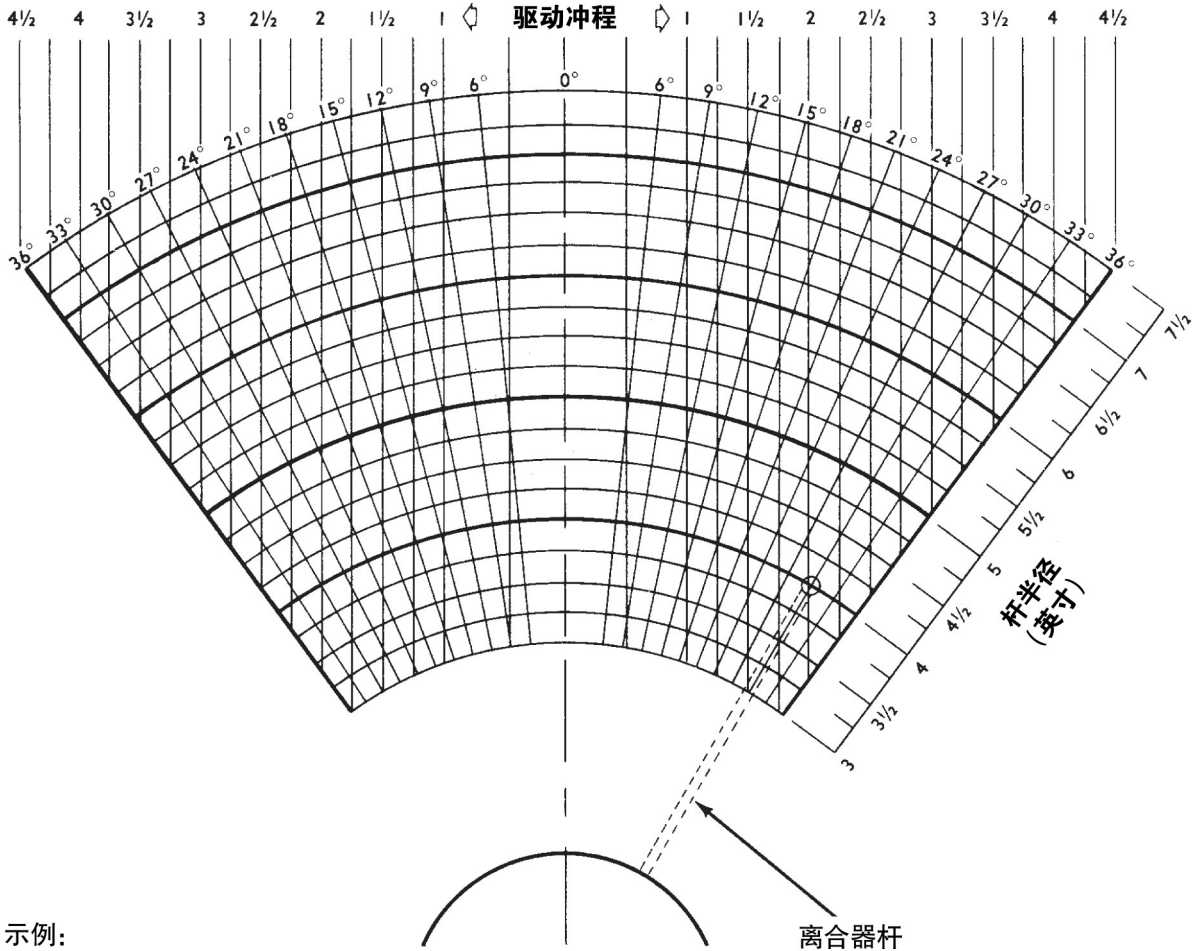

图 7：离合器控制杆图
使用离合器控制杆图（图 7）确定预期的离合器杆甩角。
*可以通过使用离合器控制杆图来找到甩角 (图 7, 第 11 页)